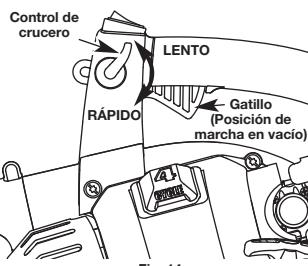

Fig. 14
1. Una vez que el motor haya arrancado y esté caliente, oprima el gatillo para acelerar la unidad según sea necesario (Fig. 14).
2. Para períodos de funcionamiento más prolongados y para eliminar la posibilidad de fatiga en el dedo, mueva el control de crucero hacia la posición RÁPIDO para aumentar poco a poco la velocidad del motor de la unidad (Fig. 14). Cuando se oprime el control de crucero, el gatillo retrocederá hacia la manija.
3. Para disminuir la velocidad del motor, mueva el control de crucero hacia la posición LENTO y el gatillo regresará a la posición de marcha en vacío (Fig. 14).